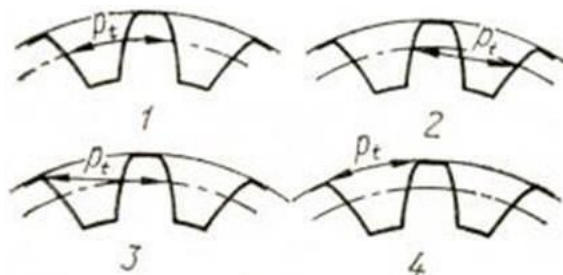

Рис. 1
8. На каком рисунке правильно показан шаг зацепления (рис.1)?